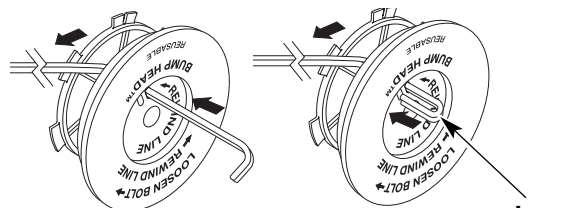

Fig. 36
8. Tome aproximadamente 3 m (10 pies) de nueva línea de corte. Inserte un extremo de la línea a través de uno de los orificios del carrete interior (Fig. 36). Pase la línea a través del carrete interior hasta que queden sólo 4 pulgadas fuera.
9. Inserte el extremo de la línea en el orificio abierto del carrete interior y tire de la línea en forma ajustada a fin de que el lazo sea lo más pequeño posible (Fig. 36).